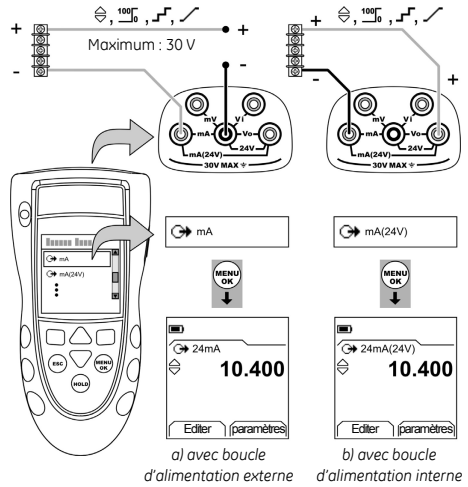

Figure 3 : Exemple de configuration - Alimentation en mA
1. Connecter l'instrument (Figure 3) et, si nécessaire, régler la Configuration (Tableau 1).